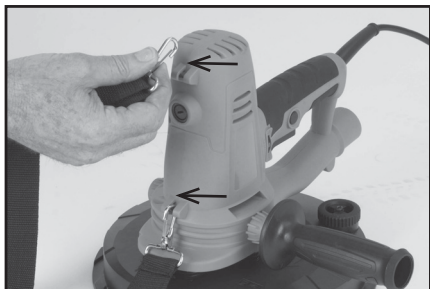

Fig. 2
- Fije la correa de transporte al cuerpo principal de la máquina (si se requiere) sujetándola en los enganches de unión. (Fig. 2)